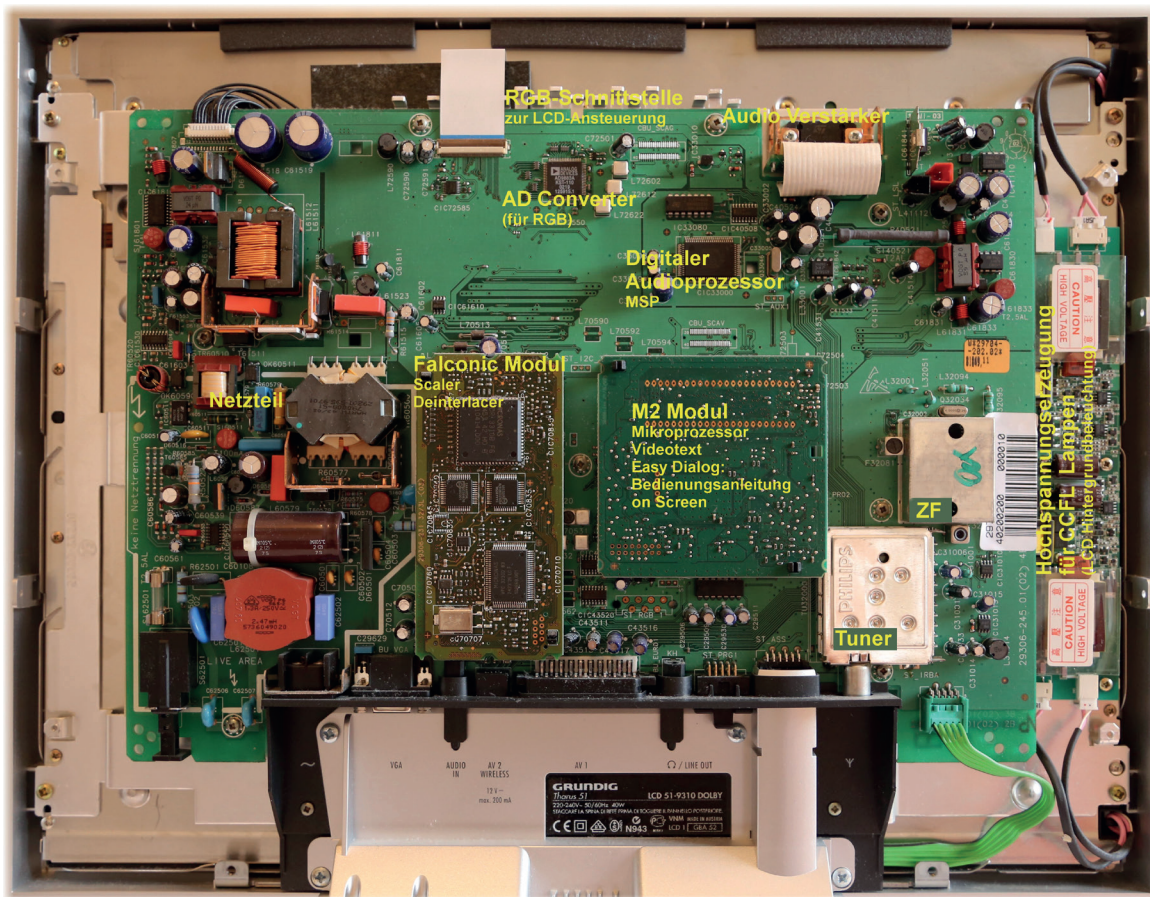

Abb.5: Grundig Tharus 51 Chassis mit gekennzeichneten Funktionsgruppen.
**Abb.5 zeigt ein Foto des Innenlebens (Chassis) des Tharus 51. Die Funktionsgruppen aus den Blockschaltbildern sind beschriftet.**